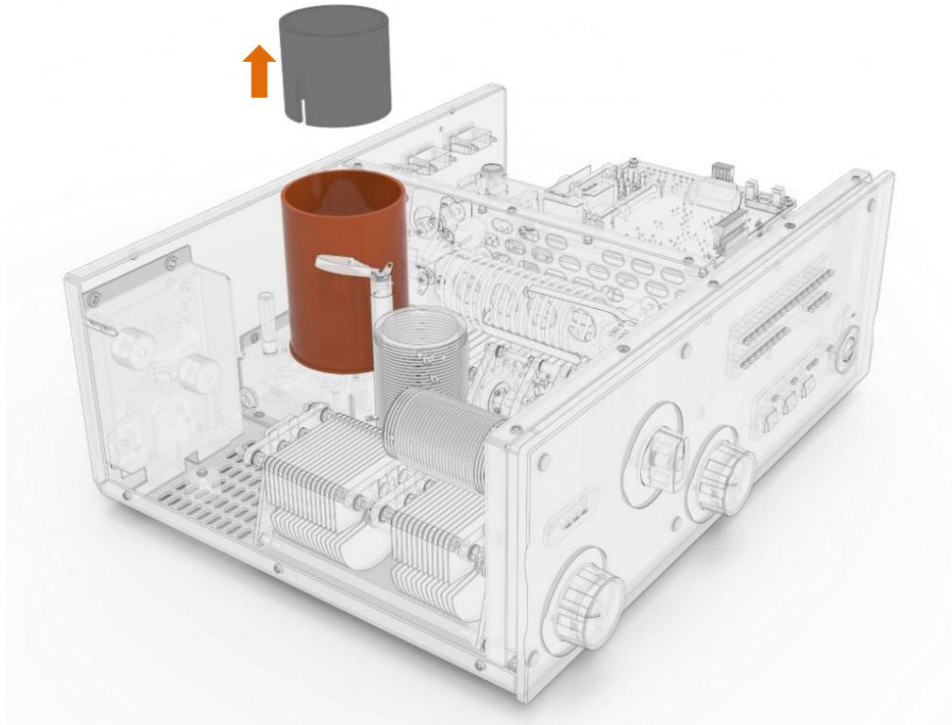

Figure 2-4 | Retrait de l'élément de protection de transport interne ACOM 1010
- Retirez l'élément de protection vers le haut comme indiqué sur la Figure 2-4 | ACOM 1010 Retrait de l'élément de protection de transport interne ;